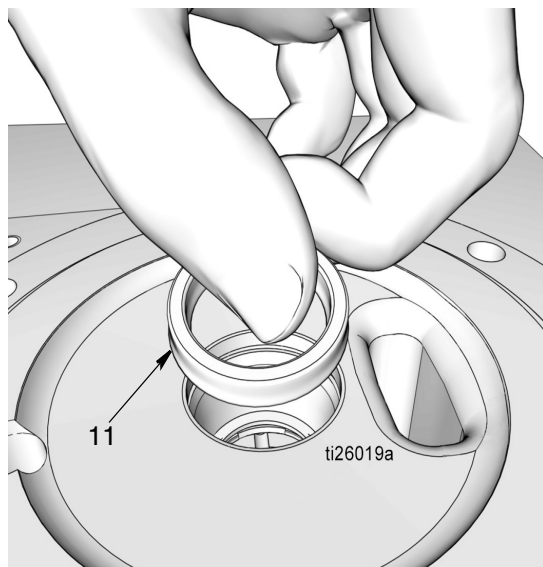

FIG. 33
- d. Installare la tenuta (11). Assicurarsi che i labbri della tenuta siano rivolte verso il basso, come mostrato in FIG. 33.